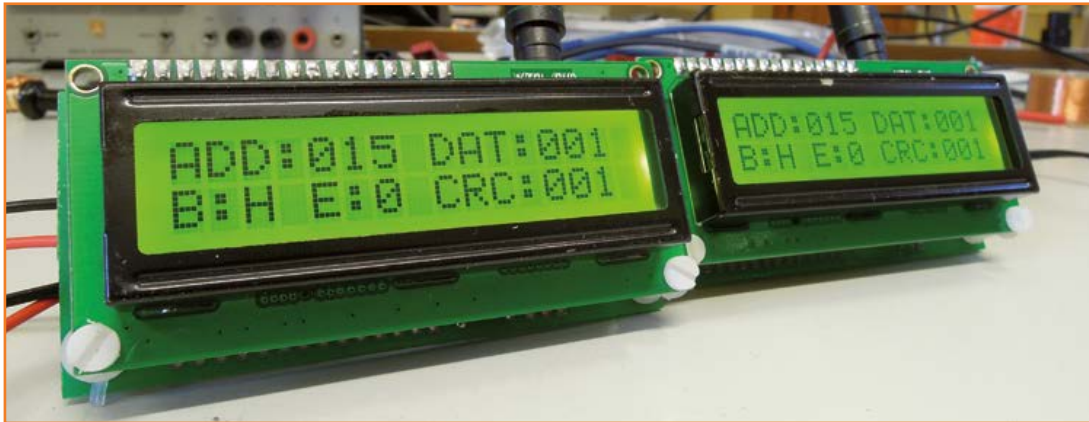

Figure 4.
Vous verrez en **figure 4** les prototypes assemblés au labo Elektor ; le LCD affiche *adresse* = 15, *donnée* et *CRC* = 1, Bit rate (B) est au max (H = 5,000 b/s) et Error (E) = 0 (pas d'erreur).